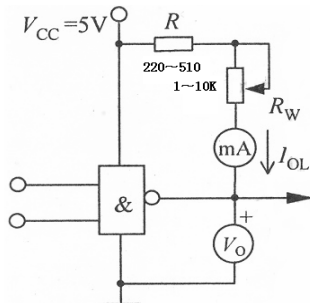

图7 N_0 测试电路
⑦扇出系数 N_0 :如图 7 所示,与非门的两输入端均悬空,接通电源,调节 R_W ,使电压表的读数等于 0.4V,读出此时电流表的读数 I_{OL} 。根据下式计算出该与非门的扇出系数 $N_0 = I_{OL}/I_{IL}$ 。